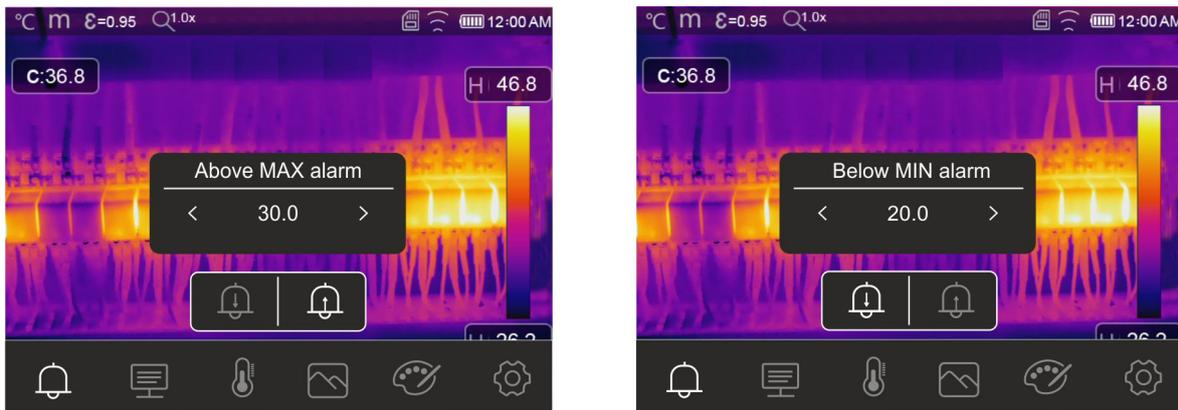

Fig. 45: Configuração de limites de alarmes
- Modo **Histograma (HG)** → os níveis de temperatura mínimo e máximo do objeto enquadrado no dispositivo são sempre definidos automaticamente, como no modo Auto, pelo instrumento, mas neste caso as áreas da imagem em que os valores de temperatura são muito diferentes são destacadas das áreas adjacentes. A relação entre a temperatura e a cor da paleta é não linear com base num algoritmo de histograma. Este modo enfatiza a exibição da imagem em ambientes de trabalho muito escuros
1. Clique em ou no símbolo "AUTO" na parte inferior direita do ecrã. As imagens na Fig. 45 mostram as seleções dos modos "AUTO" e "HG"